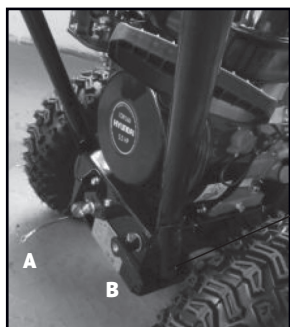

Рис. 2
- Возьмите верхнюю панель и установите ее на снегоуборщик. Выньте установочные болты, гайки и шайбы. Смонтируйте и закрепите детали по месту крепления соответственно (рис. 2, 3).
- Закрепите тросы управления сначала на нижней части путем присоединения их к короткому тросу (А) и рычагу (В) соответственно (рис.2, 6, 7).